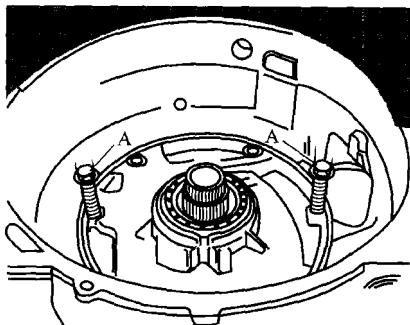

图5-17 将2个螺栓A拧入自动变速器油泵螺栓孔
(10) 将2个螺栓A(M8)拧入自动变速器油泵螺栓孔内,将自动变速器油泵从变速器壳体中压出,如图5-17所示。